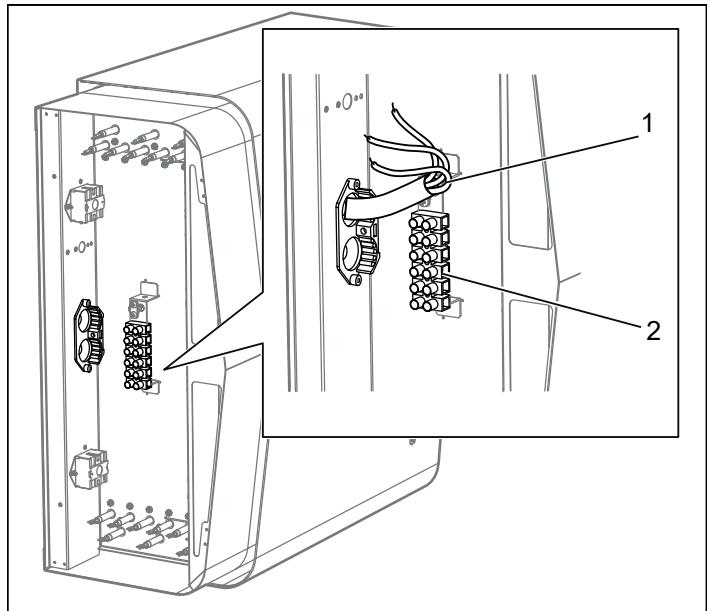

Fig 16: Elanslutning
2. Anslut elkabeln (1) i plint (2) (se Fig 16) enligt kopplingsschema (se Avsnittet Anslutning/kopplingsschema, sidan 8).